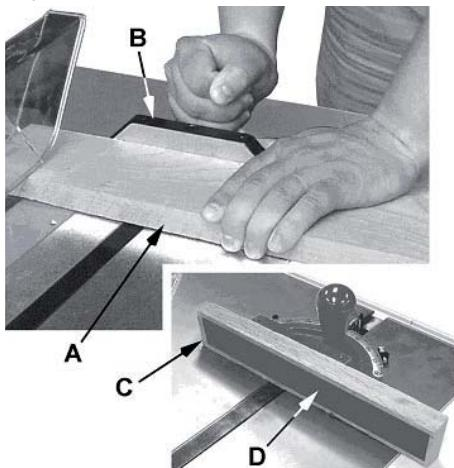

Рис. 32
- Поперечний розпил – це розпил, під час якого оброблювана деталь (A, Рис. 32) подається поперек пильального диску за допомогою інструменту для розпилу під кутом (B, Рис. 32) для підтримки та правильного розташування деталі.
- Для покращення ефективності інструменту для розпилу під кутом в операції поперечного розпилу, закріпіть допоміжну дерев'яну заготовку (C, Рис. 32) з приклесеною стрічкою шліфувального паперу (D, Рис. 32) до кутового вимірювача.